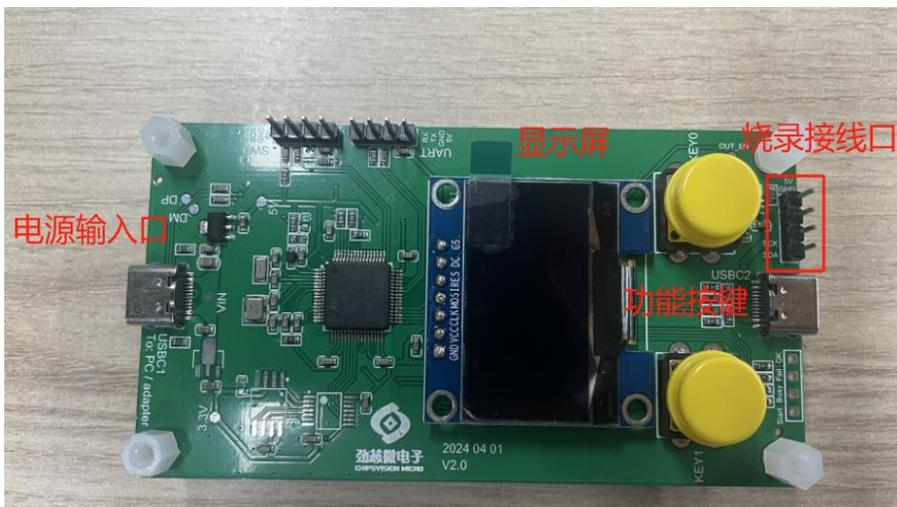

图 4
3.1 硬件平台由烧录器、USB 电源线和 4 根杜邦线组成, USB 电源线连接适配器或者 5V 电源, 如图 4 所示: